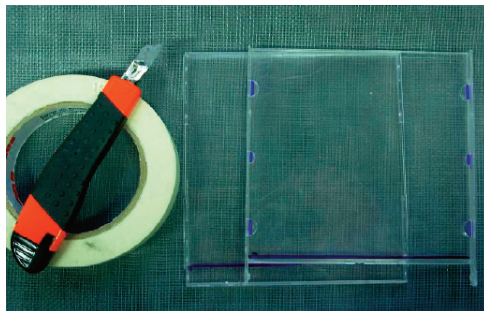

Figura 1
1. Desarme la caja de CD, quedándose sólo con las caras transparentes (ver figura 1).